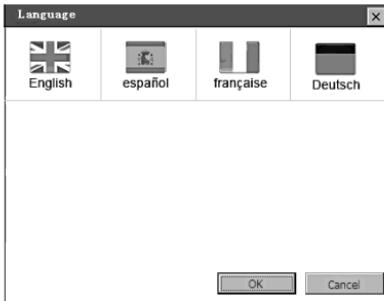

Figura 3.3
- 2) Use el bot ón de desplazamiento **ARRIBA/ABAJO** para seleccionar el idioma deseado y presione el bot ón **OK** para guardar la selecci ón y regresar a la pantalla previa. (Figura 3.3)